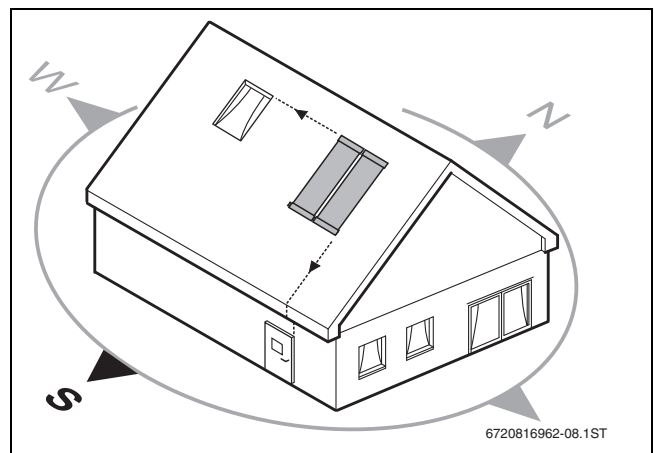

Bild 9 Kollektorfeld ausrichten
- Kollektorfeld möglichst südlich ausrichten (→ Bild 9).
- Kollektorfeld so ausrichten, dass es mit Fenstern, Türen usw. fluchtet (→ Bild 9).